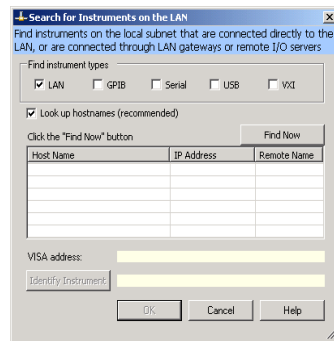

図 7 Search for Instruments on the LANダイアログ・ボックス
- 3 Search for instruments on the LANダイアログ・ボックスが表示されたら（図7を参照）、LANが選択された状態で**Find Now**をクリックします。